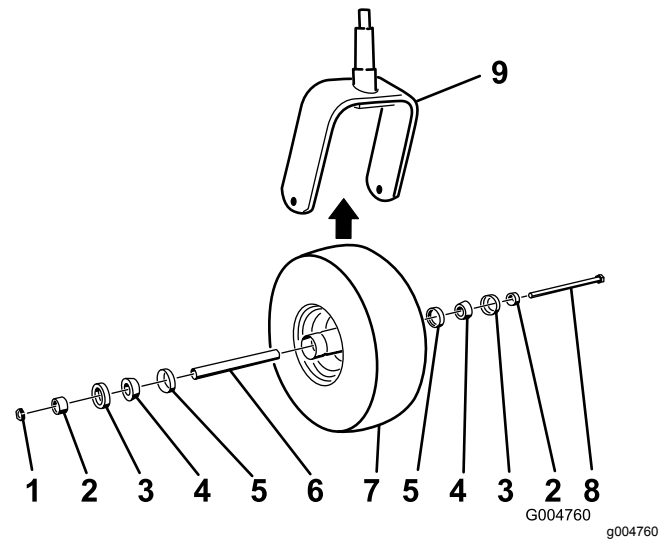

Figura 70
2. Retire la contratuerca del perno (Figura 70).
5. Ensamble la rueda giratoria presionando los cojinetes cónicos y las juntas, llenos de grasa, sobre el cubo de la rueda, según se muestra en la Figura 70.